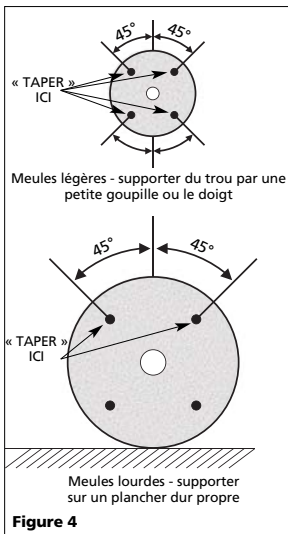

Figure 4
6. S'assurer que la meule qu'on veut monter comme remplacement n'a aucun endroit fissuré, écaillé ou défectueux. Monter la meule sur une tige ou un crayon à travers l'alésage central et frapper le côté de la meule (en positions indiquées dans la figure 4) délicatement avec un accessoire léger, non métallique comme la poignée d'un tournevis. Une meule en bon état produire un son clair. Si elle est fissurée, il y aura un son mort ou mat sans clarté. La meule ne doit pas être utilisée si elle est endommagée.